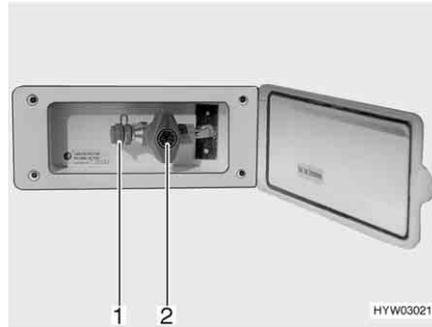

Bild 164 Externer Gasanschluss, Gasabsperventil geschlossen
Der externe Gasanschluss (Bild 164) befindet sich je nach Modell am Heck oder auf der linken bzw. rechten Fahrzeugseite.
- Externes Gasgerät an der Anschluss-Stelle (Bild 164,1) anschließen.
- Das Gasabsperventil (Bild 164,2) öffnen.